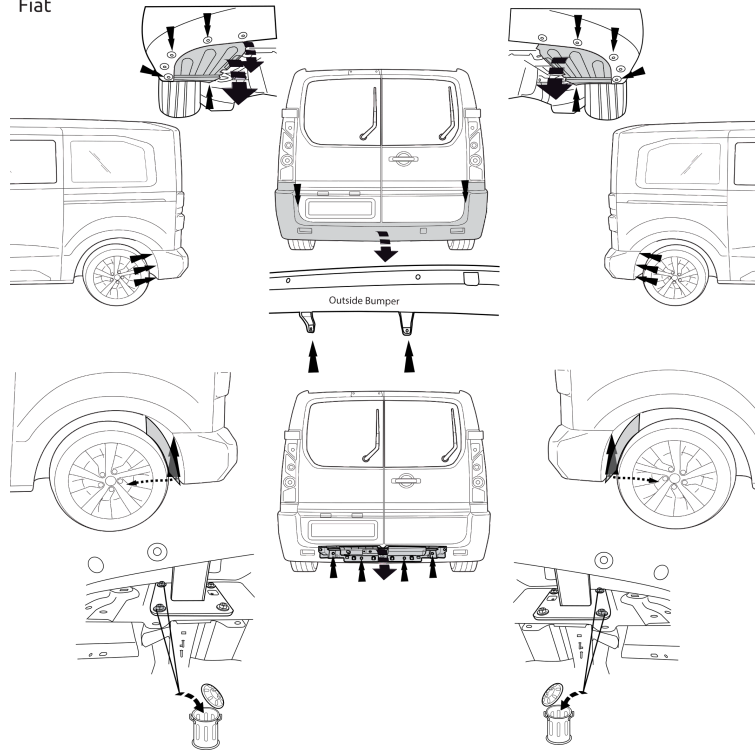

Fig. 1
1. Снять указанные маркированные части. См. рисунок 1, 2 & 3.